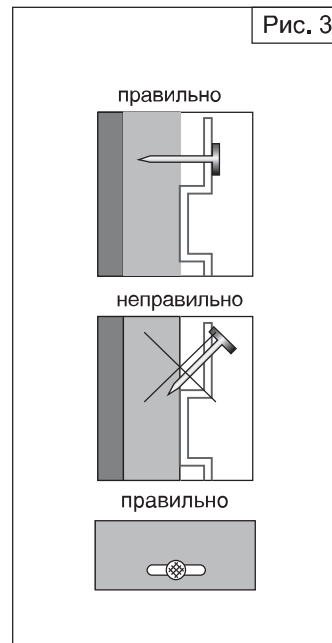

Рис. 3
2. Все крепежные элементы устанавливаются строго перпендикулярно относительно панели в центр перфорационного отверстия. Наклоны и загибы крепежей не допускаются. Фасадная панель крепится через отверстия, расположенные во втором ряду сверху. (рис. 3)